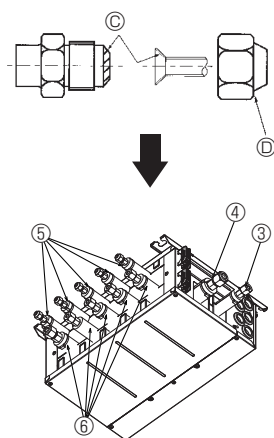

Fig. 7-2
- ⓐ Aplique óleo refrigerante em toda a (Fig. 7-2) superfície do encaixe afunilado.